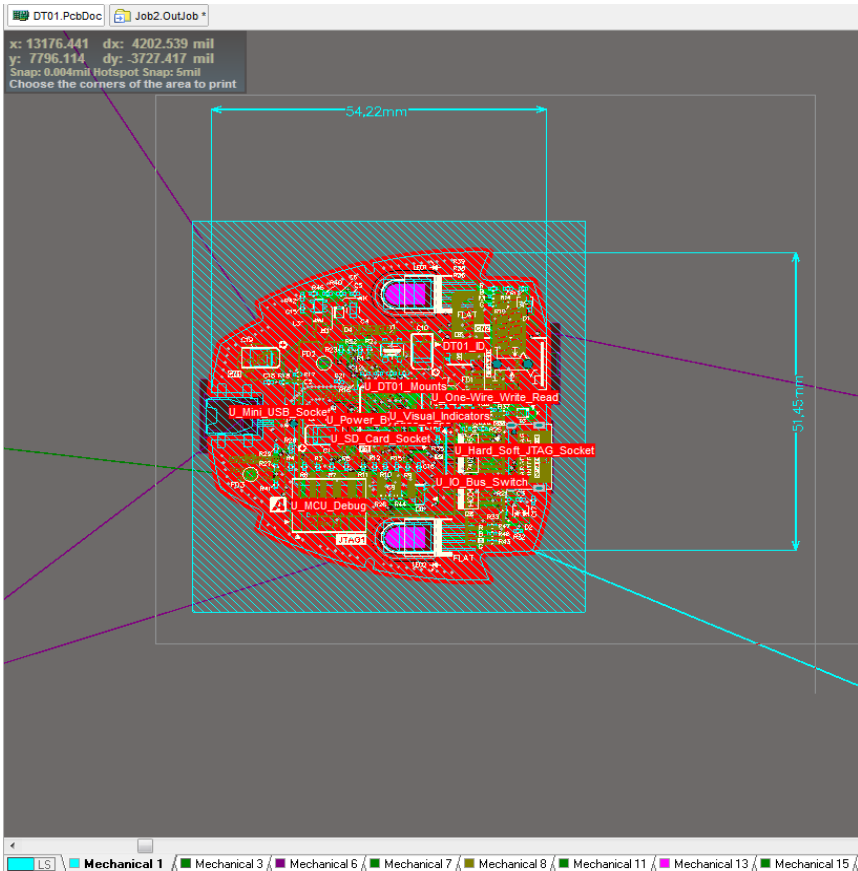

Рисунок 8.12 – Вибір області для друку
3. Налаштовуємо параметри вихідного документу, видаляємо зайві та додаємо необхідні шари. Потім обираємо власну область для друку Specific Area та натискаємо клавішу Define і задаємо потрібну область згідно з рис. 8.12.